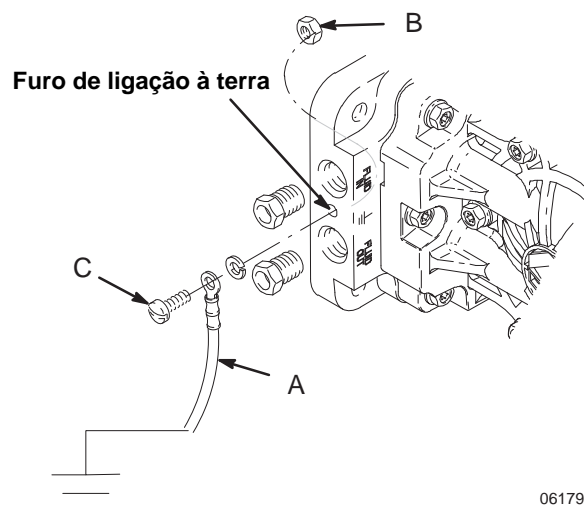

FIG. 1
As bombas de polipropileno e PVDF são **não** condutoras. Quando bombear líquidos inflamáveis condutores, ligue **sempre** à terra todo o sistema de líquidos assegurando que o líquido tem um caminho elétrico a uma ligação verdadeira à terra. Consulte FIG. 1. **Nunca** utilize bombas de polipropileno ou PVDF com produtos inflamáveis não condutores, conforme especificado pelas normas de segurança locais de proteção contra incêndios. Consulte o seu fornecedor de líquidos para determinar a condutibilidade ou resistividade do seu líquido.
Bomba: Ligue um fio de terra (A) e braçadeira, N.º de ref.ª 222011. Consulte FIG. 1. Os pontos de ligação à terra da bomba encontram-se na tubagem entre as portas de entrada e saída. Utilize a porca (B) e o parafuso (C) fornecidos com a bomba e instale da seguinte forma: